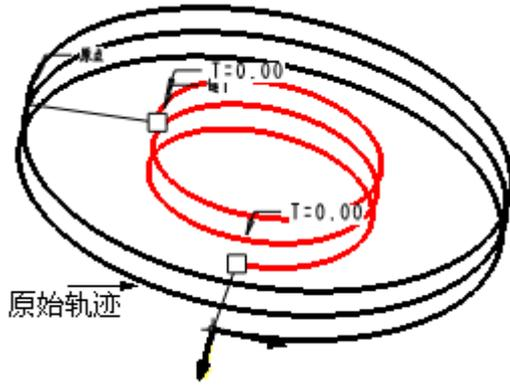

图 60-6
- (1) 单击特征工具栏中的  ，打开可变剖面扫描特征操控板。
- (2) 单击  按钮，以生成实体特征。如图 60-6 所示，选择原始扫描轨迹和轮廓线轨迹。